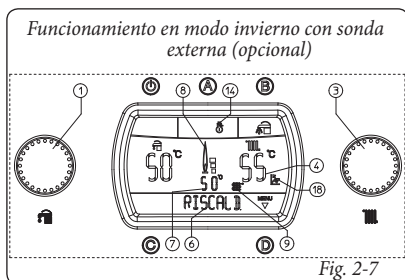

Fig. 2-7
Cuando se requiere calefacción ambiente, en el display (24) aparece escrito "RISCALD" (Fig. 2-7) en el indicador de estado (6) y simultáneamente al encendido del quemador se enciende el indicador (8) de presencia de llama con su relativa escala de potencia y el indicador (9 y 7) con la temperatura instantánea en salida del intercambiador primario. En fase calefacción, la caldera, si la temperatura del agua del circuito es suficiente para calentar los radiadores, puede funcionar con sólo el circulador de caldera activado.